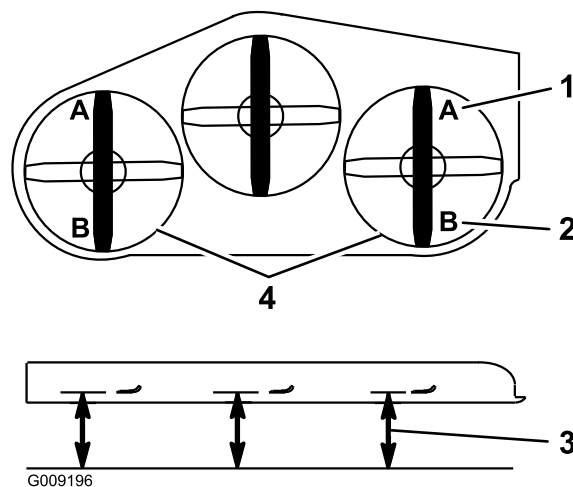

Bild 90
9. Messen Sie an beiden Seiten des Mähwerks den Abstand von der ebenen Fläche bis zur vorderen Messerspitze (Stellung A). Der Wert sollte 7,6 mm sein (Bild 90).
- Messen Sie an beiden Seiten des Mähwerks den Abstand von der ebenen Fläche bis zur hinteren Messerspitze (Stellung B). Der Wert sollte 8,3 cm sein (Bild 90).